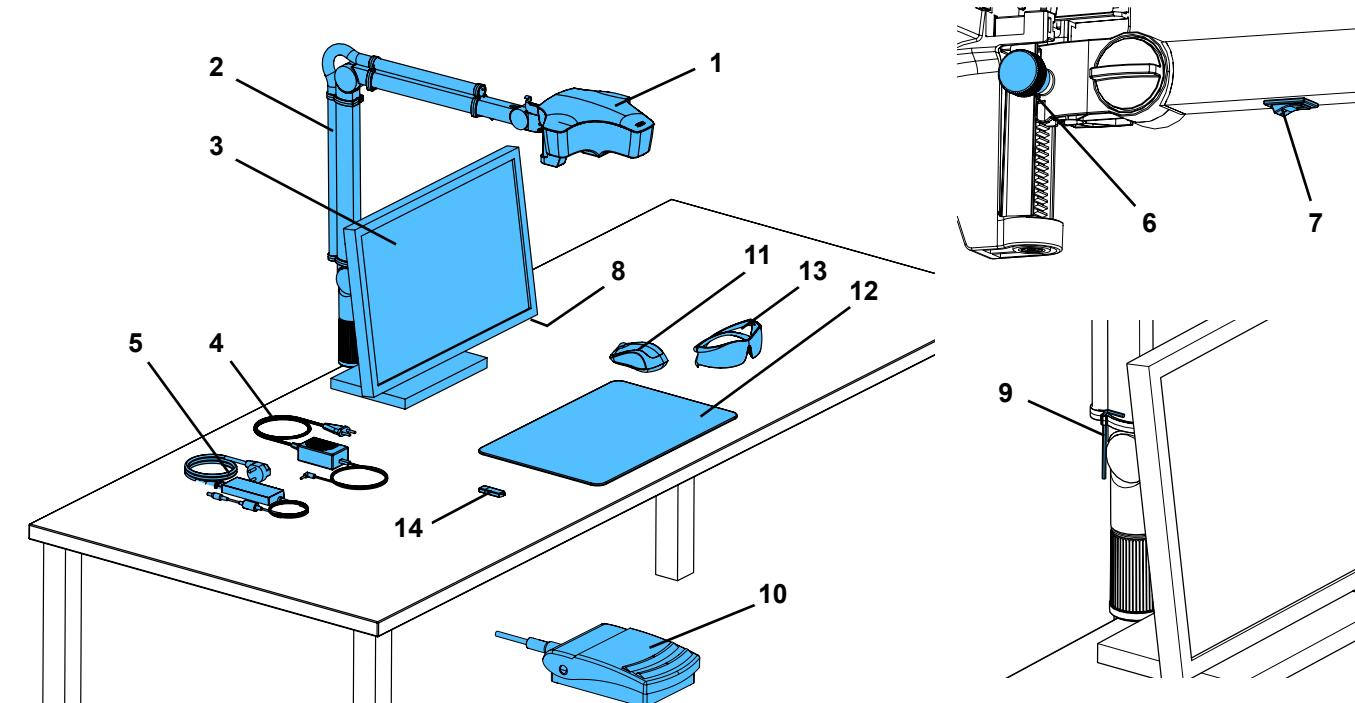

Fig. 1
- ⇒ Coloque a base (12, Fig. 1) sobre a mesa de trabalho.
- ⇒ Coloque o mouse (11, Fig. 1) perto da base de mesa.
⇒ Coloque o pedal (10, Fig. 1) debaixo da mesa.
- Parafuso de fixação na cabeça (31).
- Parafuso de aperto no meio (32).
- Parafuso de aperto junto à base (33).
- Parafuso de aperto (34) com a ferramenta fornecida (9, Fig. 1).
- Parafuso de aperto (35) com a ferramenta fornecida (9, Fig. 1).